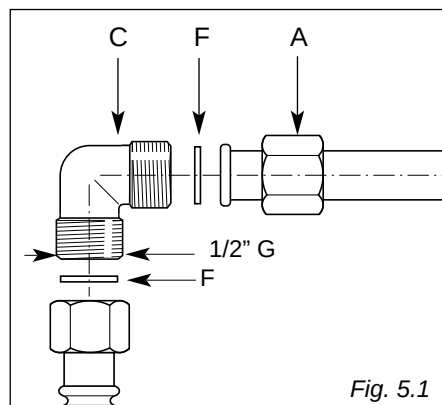

Fig. 5.1
Componenti illustrati in fig. 5.1:
- ✓ **Le guarnizioni "F" (fig. 5.1) sono gli elementi che garantiscono la tenuta della connessione raccordo-rampa. Si consiglia di sostituirle quando dovessero presentare anche la minima deformazione o imperfezione.**